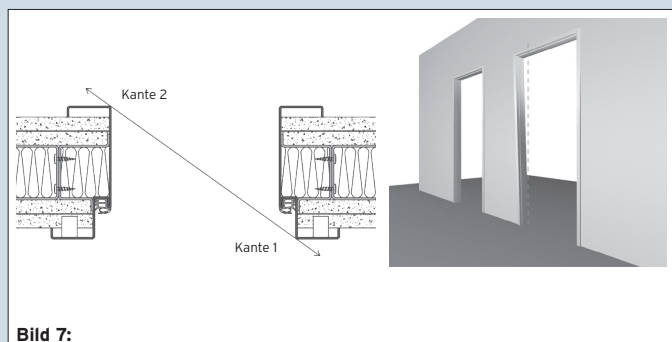

Bild 7:
7. Die Vertikale Ebenheit ist zu prüfen, d.h. es ist durchzuvisieren und festzustellen, ob Kante 1 und 2 parallel verlaufen **(Bild 7)**